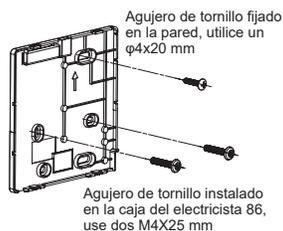

Figura 4
- Utilice dos tornillos M4X25 para instalar la tapa trasera en la caja eléctrica 86 y utilice un tornillo M4X20 para fijarla a la pared. (Figura 4)